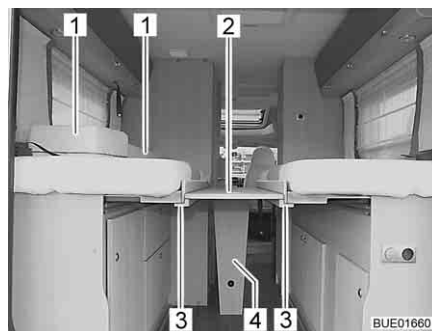
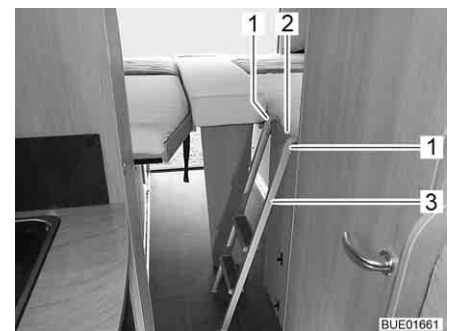

Fig. 84 Ensanchamiento de cama, colocado
Fig. 85 Escalera de ascenso
- Desplegar el apoyo (Fig. 84,4) del ensanchamiento de cama (Fig. 84,2).
- Depositar el ensanchamiento de cama sobre los dos soportes (Fig. 84,3) de los somiers de tal modo que el borde posterior del ensanchamiento de cama esté al ras con los somiers (Fig. 84).
- Colocar dos cojines adicionales (Fig. 84,1) sobre el ensanchamiento de cama (Fig. 85).
- Enganchar la escalera de ascenso (Fig. 85,3) con las dos horquillas (Fig. 85,1) en el listón (Fig. 85,2) en el somier.